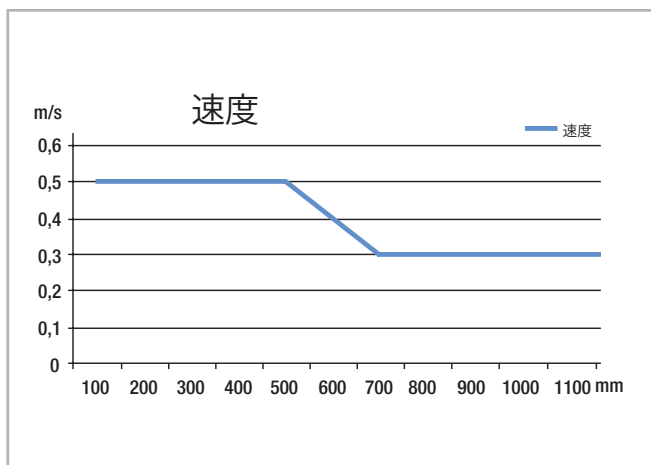

图 22
延伸速度由中间件的大小决定。因此，最大延伸速度与滑轨的整体延伸成反比（参见图 22）。最大延伸速度还与施加的负荷和运行时间直接相关。图22中数据针对最大载荷下持续运行的情况
- Light Rail 完全和部分延伸适合用于自动系统。为此，行程应在所有移动循环中保持不变，必须检查延伸速度（参见LR-22，图 22）。延伸运动是由内部滚珠保持架来保证的，滚珠保持架可能偏离其原位，导致行程差异。这种相位偏移可对运行性能产生不利影响或限制行程。如果在应用中发生行程差异，驱动力必须足够大，以适当地同步滚珠保持架的偏移。作为替代选项，在经过一定数量的运行循环后，可执行一个额外的全行程循环，以重新把滚珠保持架定位在正确位置。